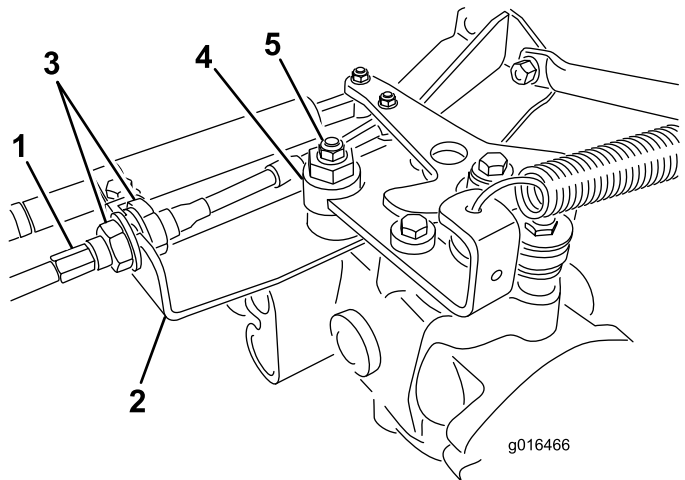

Figura 42
- A. Allentate entrambi i controdadi che fissano il cavo di comando della trazione alla paratia dell'igrostat (Figura 42). Verificate che i controdadi siano ugualmente allentati, in modo sufficiente da consentire la messa a punto.
Nota: Allentate il dado che fissa l'eccentrico alla parte superiore dell'igrostat (Figura 42).
- E. Quando la ruota cessa di girare, serrate il dado di bloccaggio dell'eccentrico per mantenere la messa a punto (Figura 42).
- G. Da ambo i lati della piastra serrate in modo uniforme i dadi che fissano il cavo di trazione alla piastra (Figura 42). Non torcete il cavo.